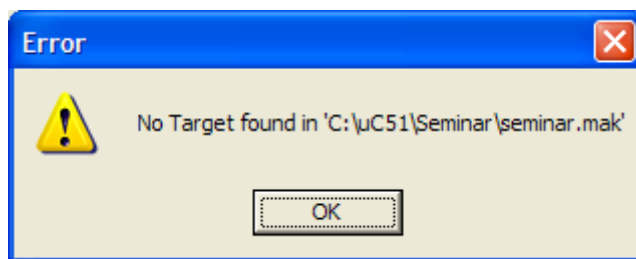

Abb.9: Fehlermeldung, wenn kein 'Target File' ausgewählt wurde
- 2) Vergessen Sie die Auswahl des 'Target-Files', so erscheint später, wenn Sie Ihre Änderungen/Eingaben abspeichern wollen, immer folgende Fehlermeldung, **Abb.9**: